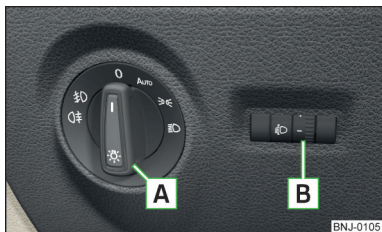

Fig. 41
La autovehiculele cu volanul pe partea dreaptă, ordinea aranjării elementelor de comandă diferă parțial față de ordinea prezentată în » fig. 41 la pagina 62. Simbolurile care marchează pozițiile elementelor de operare sunt aceleași.
În funcție de echipare, comutatorul de lumini **A** » fig. 41 se poate mișca în următoarele poziții.
Prin rotirea regulatorului **B** » fig. 41 din poziția — în 3 se adaptează treptat înălțimea de luminare a farurilor și astfel este scurtat conul de lumină.
- ✓ Comutatorul de lumini se află în poziția 0 sau **AUTO** » fig. 41 la pagina 62.